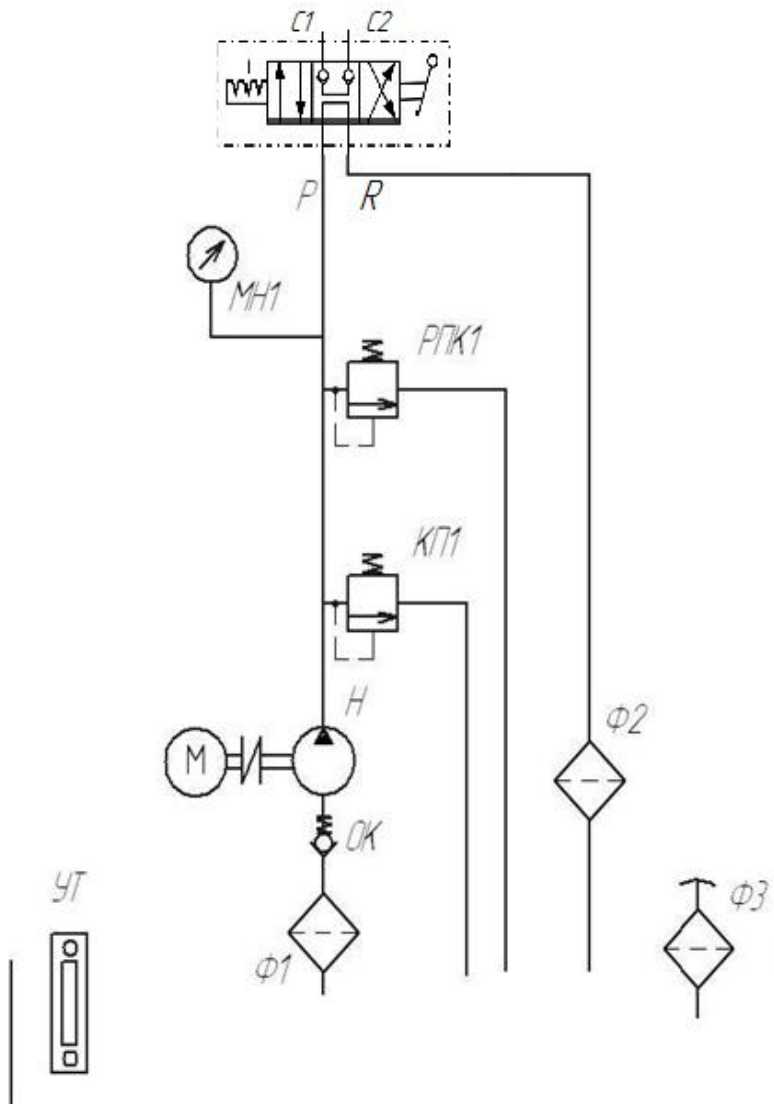

Рис. 2. Схема гидравлическая принципиальная
Электродвигатель **М** (рис.2) вращает насос **Н**. Рабочая жидкость, всасываемая насосом из бака **Б** через фильтр сетчатый **Ф1**, с тонкостью фильтрации 90 мкм, подается в блок управления и далее, через трёхпозиционный гидрораспределитель и рукава высокого давления, в рабочую полость гидроинструмента.
Распределение потока рабочей жидкости указано на схеме рис.2 и соответствует положению рычага (2) в позициях «О», «С1» и «С2».